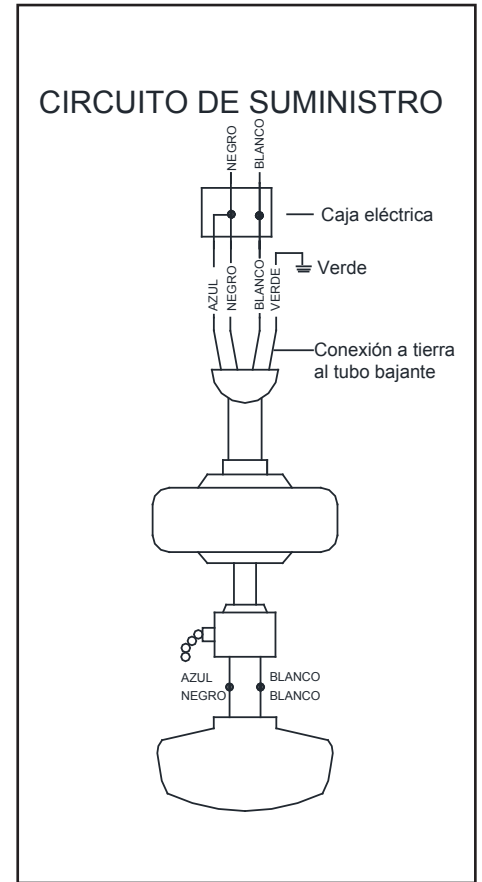

Figura 10
Sigue estos pasos para conectar tu ventilador al circuito de tu hogar. Usa las tuercas de conexión de cable incluidas con el ventilador y el control remoto. Asegura los conectores con cinta de electricista y asegúrate de que no haya conexiones ni cables sueltos. (Figura 10)
3. Conecta el cable de alimentación (negro y azul) del ventilador al cable de suministro negro del hogar como se muestra en la Figura 10.